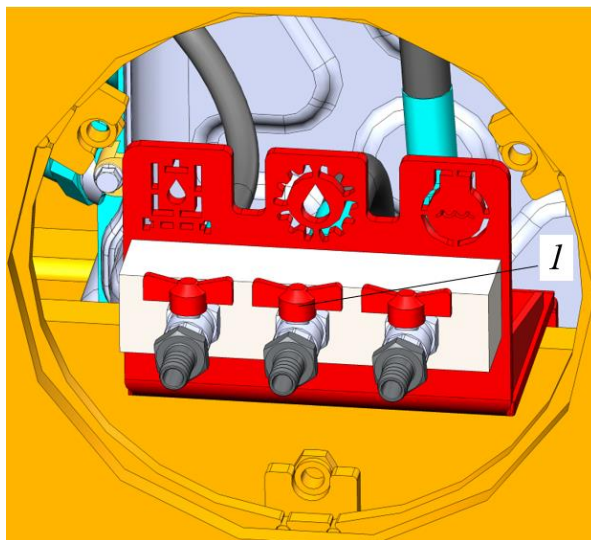

Рисунок 5.110. Кран слива трансмиссионного масла
- ▶ Надеть подходящий шланг на штуцер крана 1 слива трансмиссионного масла с раздаточной коробки, рис. 5.110. Для исключения ошибки слива не той жидкости, рядом с краном размещена соответствующая пиктограмма «капля масла внутри шестеренки».